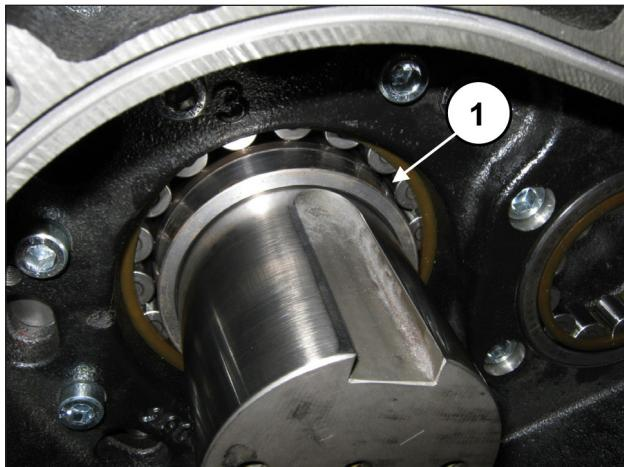
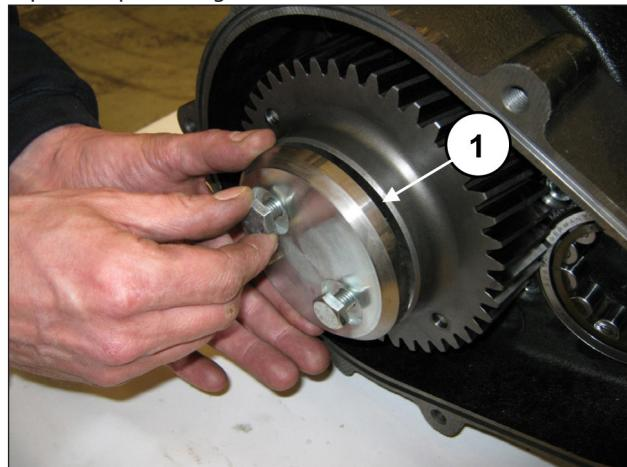

Fig. 74
Fig. 75
Appicare la linguetta 22x14x80 nella sede dell'albero (pos. ①, Fig. 74) e inserire la corona sull'albero (pos. ①, Fig. 75).
La corona deve essere montata assicurandosi che i due fori M8 (da utilizzarsi per l'estrazione) risultino rivolti verso l'esterno della pompa (pos. ②, Fig. 75).